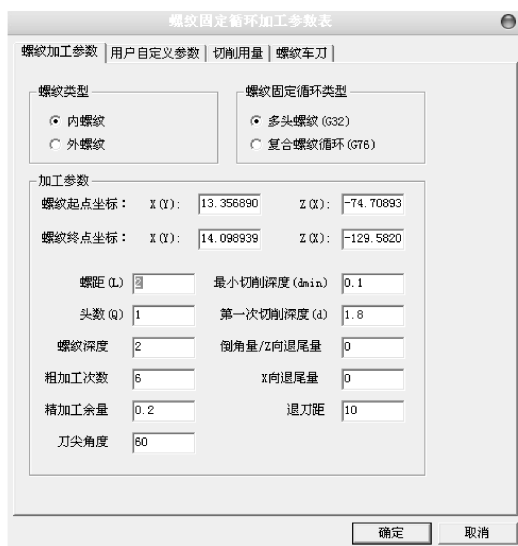

图 7-16 【螺纹固定循环加工参数表】对话框
2) 拾取完毕，系统弹出【螺纹固定循环加工参数表】对话框，如图 7-16 所示。前面拾取的点的坐标也将显示在其中。用户可在该对话框中确定各加工参数。